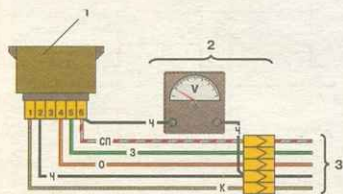

Рис. 10.27. Схема проверки блока управления: 1 – блок управления; 2 – переходный разъем с вольтметром; 3 – жгут проводов автомобиля
- подключите к блоку управления 1 вольтметр с помощью специального переходного разъема 2 (рис. 10.27);